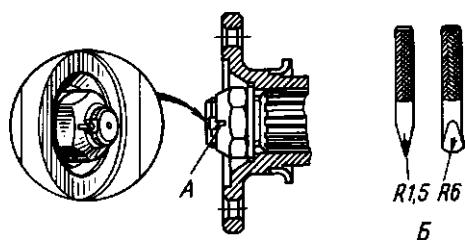

Рис. 7.12. Стопорение гайки изгибом ее кромки в паз вала и профиль инструмента:
- Затяните гайки 21 и 26 крутящим моментом 140 - 200 Н·м (14 - 20 кгс·м) и застопорите их изгибом кромки в паз вала с помощью кернера, как показано на рис. 7.12.
3. Наденьте на шлицы вала привода заднего моста фланец, шайбу, затяните гайку крутящим моментом 140-200 Н·м (14-20 кгс·м) и застопорите ее изгибом кромки в паз вала с помощью кернера (см. рис. 7.12).
6. Наденьте на шлицы вала привода переднего моста фланец, шайбу, затяните гайку крутящим моментом 140-200 Н·м (14-20 кгс·м) и застопорите ее, изогнув кромку гайки в паз вала (см. рис. 7.12).